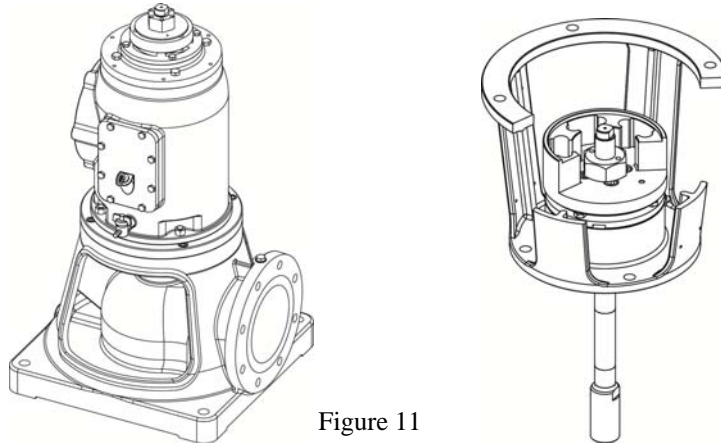

Figure 11
- Revisser à la main l'écrou de réglage jusqu'à l'amener en contact avec sa surface de contact (fig. 11).